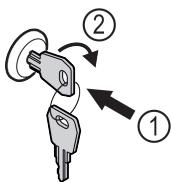

Fig. 160
- Shtyni çelësin brenda Fig. 160 (1).
- Rrotulloni çelësin me  $90^\circ$  në drejtimin orar Fig. 160 (2).